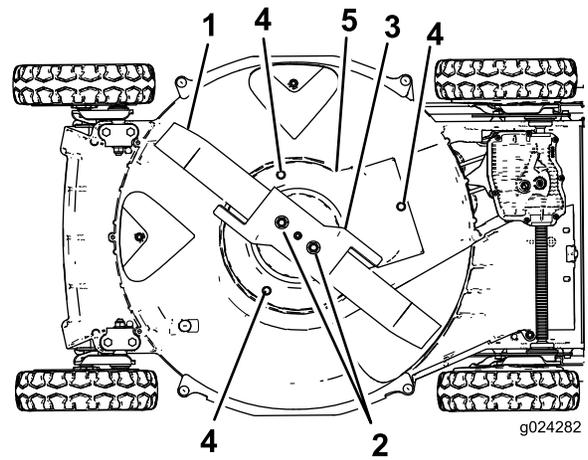

Figure 32
6. Retirez les 2 écrous de lame, l'accélérateur et la lame (Figure 32).
7. Retirez les vis qui fixent la protection du débrayage du frein de lame au carter du plateau de coupe (Figure 32).